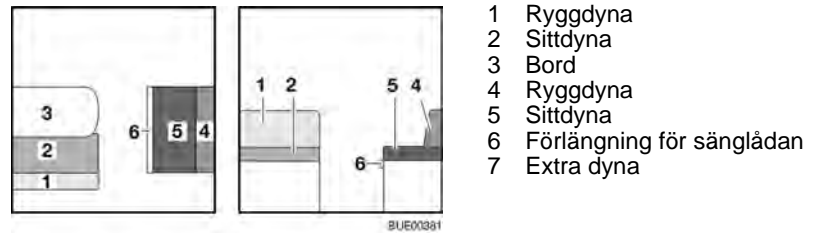

Bild 111 Före ombyggnaden
- Bygg om bordet (Bild 111,3) till sängbotten (se avsnitt 6.10).
- Lägg ryggdynan (Bild 111,1) åt sidan.